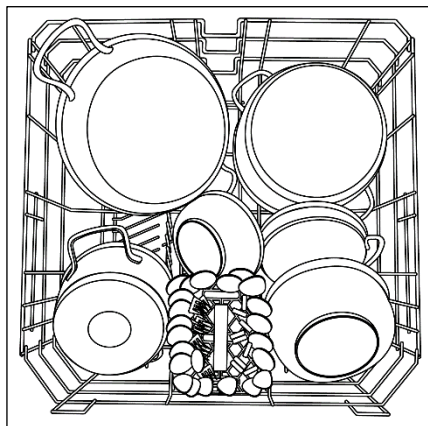

Fig. 4
• AQUASTOP (fig. 4):
Una carga estandar diaria está representada en la fig. 4.